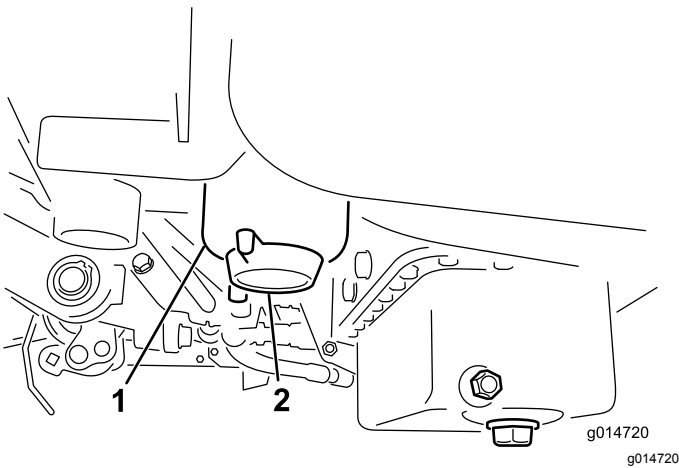

Figure 43
2. Nettoyez la surface autour des supports de la cartouche du filtre (Figure 43).
4. Ouvrez le robinet du filtre (Figure 43).